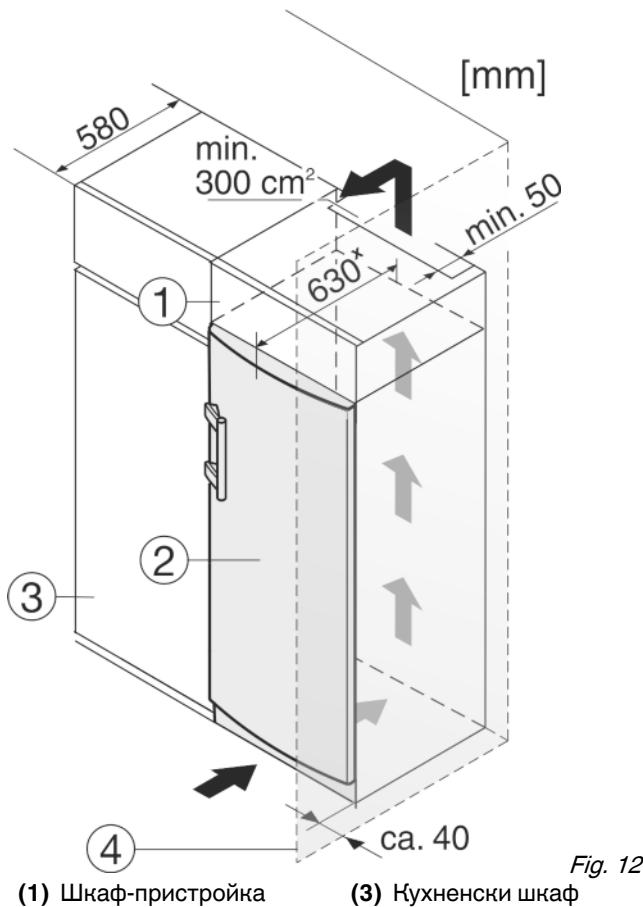

Fig. 12
Уредът може да е обграден с кухненски шкафове. За да изравните височината на уреда Fig. 12 (2) с височината на вградената кухня, над уреда може да се постави шкаф-пристройка Fig. 12 (1).
При вграждане с кухненски шкафове (дълбочина макс. 580 mm), уредът може да се постави директно до кухненския шкаф Fig. 12 (3). Отстрани уредът е издаден на 34 mm ^x, а в средата на уреда - на 50 mm ^x спрямо предната страна на кухненския шкаф.
Когато уредът се постави с шарнири близо до стена Fig. 12 (4), разстоянието между уреда и стената трябва да бъде поне 40 mm. Това е разстоянието, на което дръжките излизат напред при отворена врата.